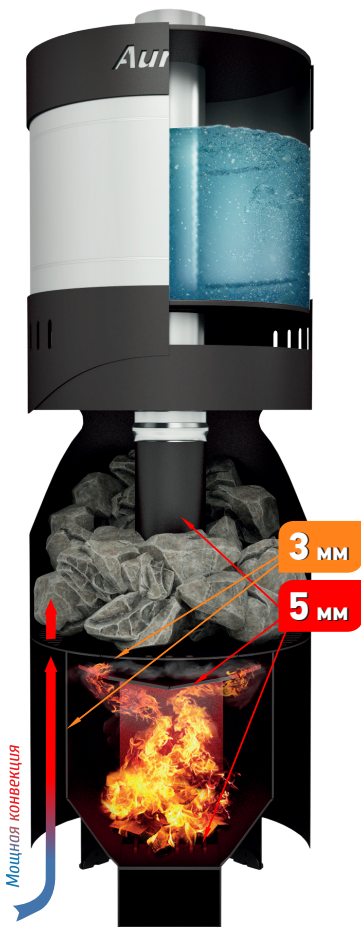

Рис. 4 Устройство и работа печи
Топка печи (6) изготовлена из проката повышенной прочности. Применение подобной стали, с учетом толщины стенок топки 3 мм, а наиболее ответственных элементов - 5 мм (рисунок 4), никак не уменьшает массу печи, но увеличивает надежность и срок эксплуатации.
Эффективная схема прогрева камней и парильного помещения заключается в том, что процесс теплообмена организован не только поверхностью дна каменки (7) и патрубка (2), но и конвекцией воздуха между топкой и защитным кожухом (1) через конвекционные отверстия (рисунок 4). Также кожух экранирует жесткое инфракрасное излучение, которое исходит от стенок топки при раскаливании печи.